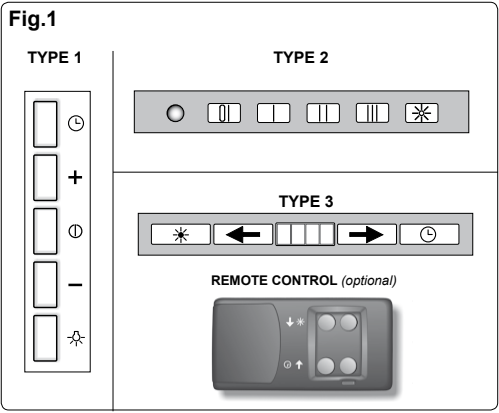

Fig.2
- estrarre il filtro carbone svitando la relativa vite (Fig. 2)